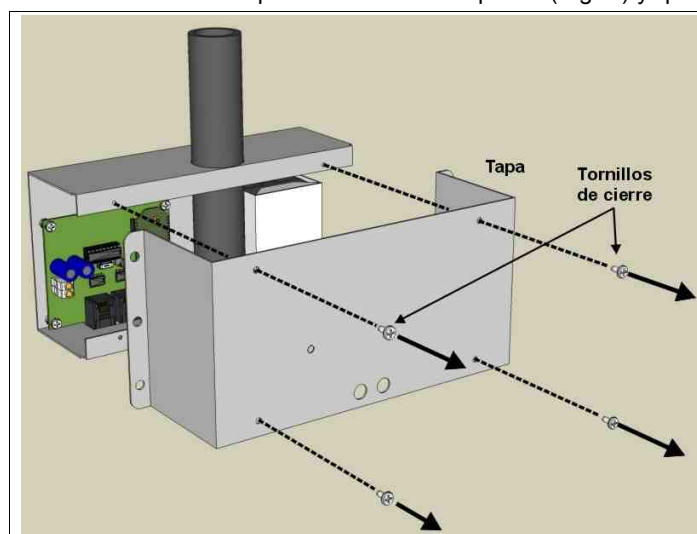

Fig. 9: Tuercas de la tarjeta controladora
2. Desinstale el Receptor de Radio de la pared (Fig. 6) y quite los 4 tornillos de delante (Fig. 9) para retirar la tapa.